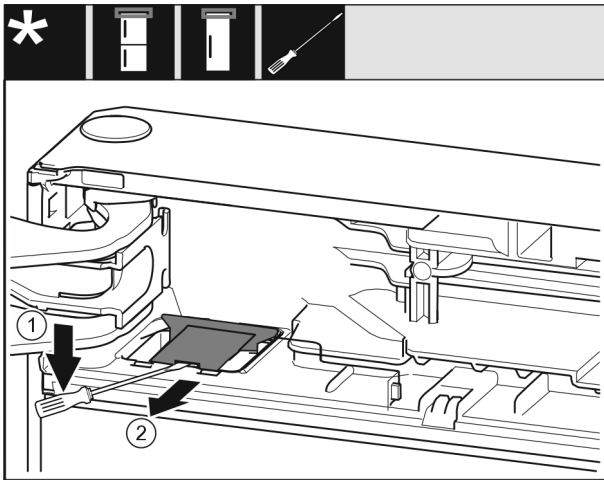

Fig. 10
- Dégager le cache Fig. 10 (1) au moyen d'un tournevis plat.
- Retirer le cache Fig. 10 (2).